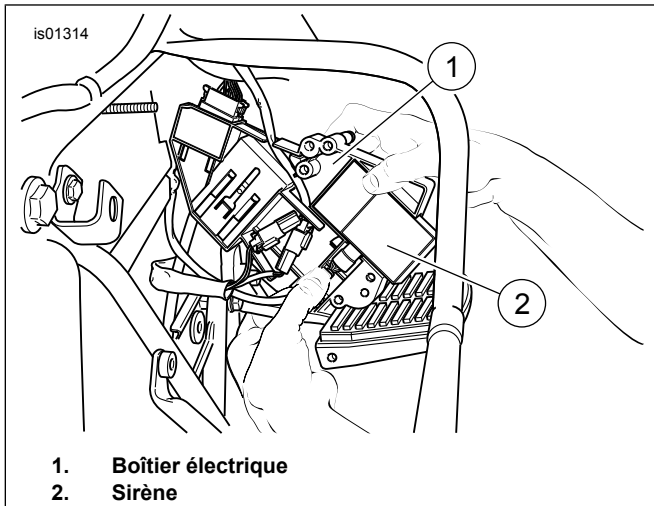

Figure 16. Installer la sirène (Touring 2002-2007)
7. Voir la Figure 16. Faire glisser la sirène (2) dans l'espace derrière le support électrique (1) afin que le disque sondeur soit face à l'extérieur.